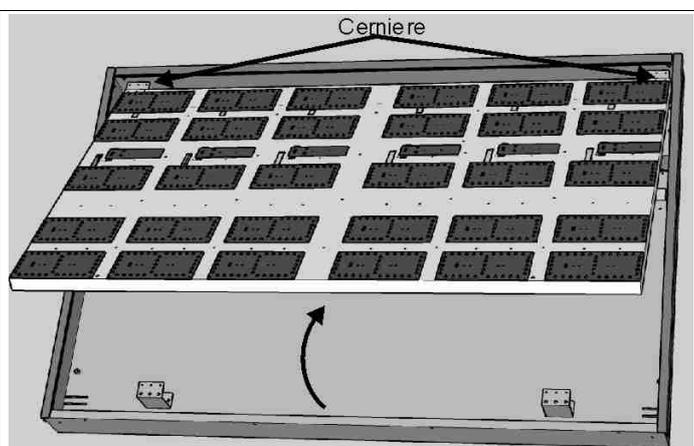

Fig. 15: Apertura del supporto delle schede LED
5. Ruotare il supporto dove sono fissate le schede LED (Fig. 15) facendo perno sulle cerniere del lato sinistro.